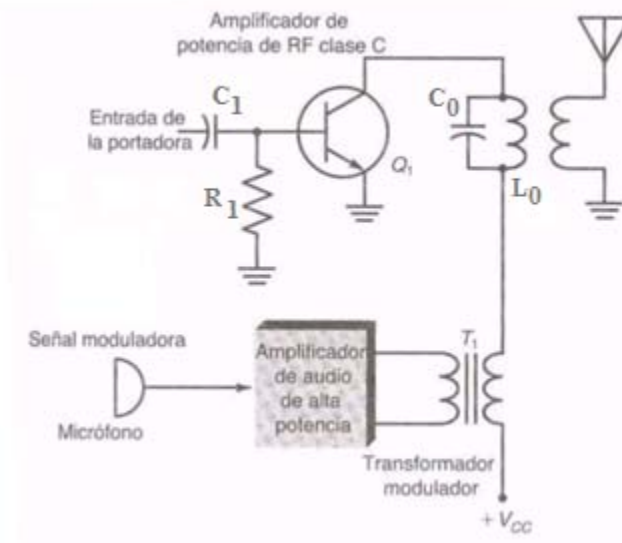

Figura 2
3. Se desea transmitir una seña de AM (convencional) de 9W de potencia y frecuencia de 750KHz, índice de modulación de 97% y señal moduladora de 10KHz. El transmisor emplea como modulador el amplificador mostrado en la figura 2, cuya eficiencia es del 92%. El transformador de audio tiene una eficiencia del 88%, el amplificador de potencia de audio del 78.5% y el transformador de RF del 93% con una relación de vueltas entre sus devanados  $n = 6.3$ . La antena tiene una impedancia resistiva de  $75\Omega$  y la resistencia  $r_0$  del transistor igual a  $95K\Omega$ .